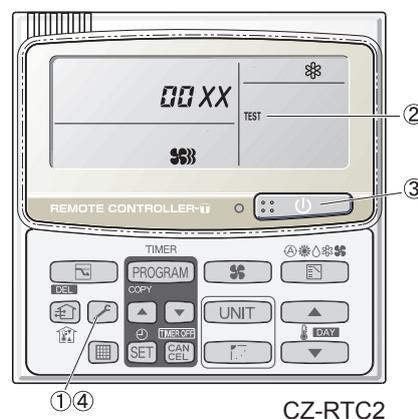

Fig. 7-3
- ① Mantener pulsados los botones  y  simultáneamente durante 4 segundos o más.
- ② Aparece "Test" en el display LCD del controlador remoto (Fig. 7-3).
- ③ Inicio de la operación
- ④ Pulsar el botón  para volver al display normal del mando a distancia.